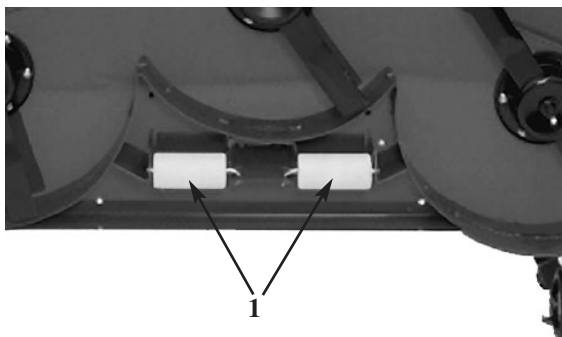

**Fig. 4**
### Regolazione della ruota limitatrice anteriore (Fig. 4)
2. Rimuovere il tappo di verifica da un lato della scatola degli ingranaggi e controllare che il lubrificante raggiunga la base del foro (Fig. 4). Se il livello è basso, rimuovere il tappo di riempimento sopra la scatola degli ingranaggi, e rabboccare con lubrificante fino alla base del foro laterale.